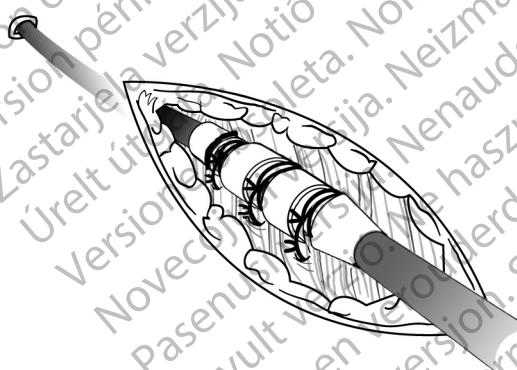

Figura 10. Ejemplo de manguito de sutura, técnica de implantación percutánea
1. Pele la vaina introductora y deslice el manguito de sutura profundamente en el tejido (Figura 10 Ejemplo de manguito de sutura, técnica de implantación percutánea en la página 29).